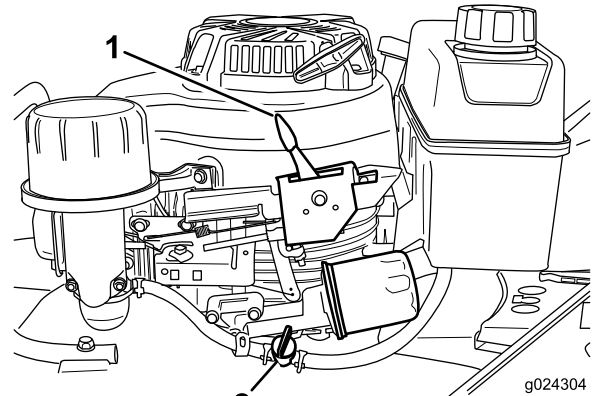

Figure 11
2. Ouvrez le robinet de carburant (Figure 11).
3. Réglez la commande d'accélérateur (Figure 11) en position Starter.
Relâchez la barre de commande de la lame et placez la commande d'accélérateur (Figure 11) en position arrêt.
Remarque: Fermez le robinet d'arrivée de carburant (Figure 11) si vous ne prévoyez pas de démarrer le moteur peu après.